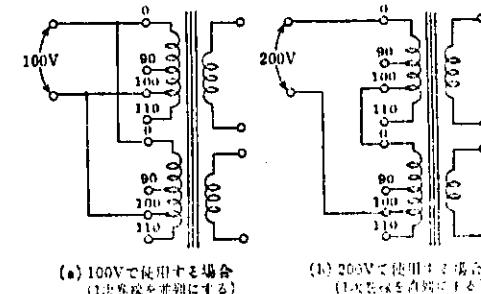

図4-5 1次巻線を2つに分割し変圧器を100V, 200Vに共用する方法
(2) 2次電圧不平衡度
- 100V、200V共用とする場合(図4-5参照)1%以内